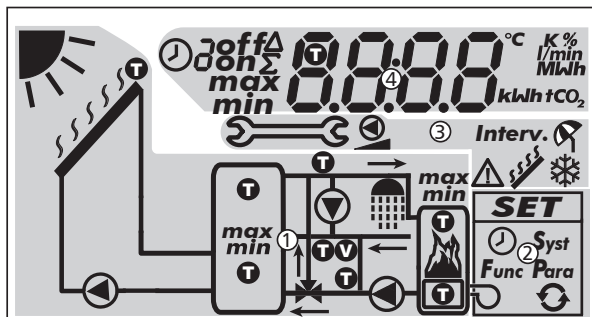

Fig. 8 : aperçu des zones d'affichage (l'ensemble des éléments est représenté)
Le tableau suivant décrit les symboles du graphique du système (① sur la Fig. 8).
Le menu de configuration (② sur la Fig. 8) contient les entrées suivantes :
Le tableau suivant décrit les pictogrammes pour les fonctions (③ sur la Fig. 8).
L'affichage des valeurs d'exploitation et de configuration (④ sur la Fig. 8) se compose des éléments suivants :
①	<p>Symbole pour le contrôle temps des fonctions. Le symbole s'affiche lorsque</p> <ul style="list-style-type: none"> • une limite de temps ou un contrôle temps est configuré • l'état de la limite de temps ou du contrôle temps est affiché • la limite de temps bloque un contrôle température (le symbole clignote)
②	<p>Numéro de la plage horaire qui vient d'être définie/affichée dans le menu de configuration ou dans laquelle se situe l'heure actuelle. Le contrôle temps d'une fonction se compose de 1 ou 3 plages horaires réglables. Exemple : Plage horaire 1 : 06:00 – 08:00 Plage horaire 2 : 11:00 – 12:30 Plage horaire 3 : 17:00 – 19:00</p>
③	<p>Informations complémentaires :</p> <p>on, off : état de commutation/condition de commutation activé, désactivé max, min : valeur maximum, valeur minimum Σ : valeur cumulée d'exploitation depuis la première mise en service, non-réinitialisable Δ : valeur cumulée d'exploitation depuis la dernière remise à 0</p>
④	<p>Le symbole s'affiche lorsqu'une sonde de température est sélectionnée pendant le réglage d'une fonction.</p>
⑤	<p>Affichage de :</p> <ul style="list-style-type: none"> • valeurs de mesure • valeurs de configuration • codes d'erreur • autres informations, version du logiciel p. ex.
⑥	<p>Unité physique des valeurs affichées dans ⑤</p>